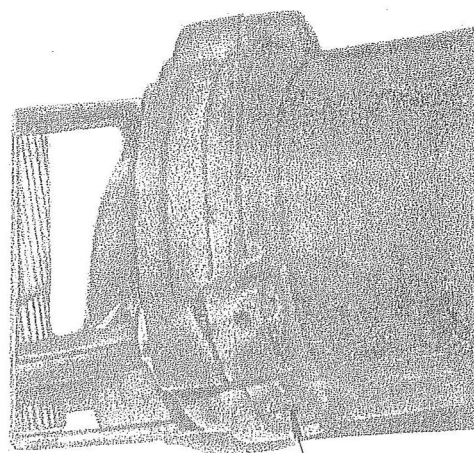

Rys. 9
- zakazane jest wpuszczanie lub wyciąganie pompy poprzez przewód przyłączeniowy. Rys. 9.